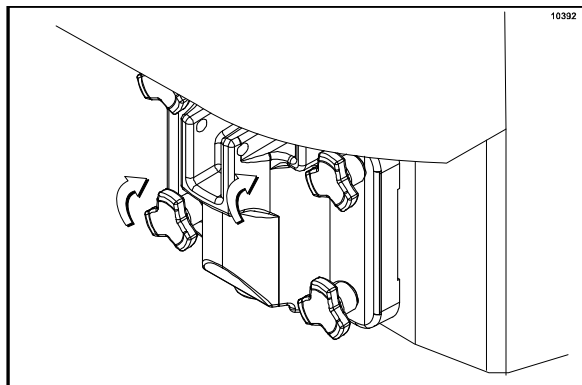

Рисунок 138
10. Установите дверь фризера. Вставьте направляющий стержень через биту в морозильный цилиндр. Насадите дверь на цапфы фризера и установите барашковые винты. Ровно затяните их в шахматном порядке, чтобы обеспечить плотную посадку двери. (См. рис. 138)